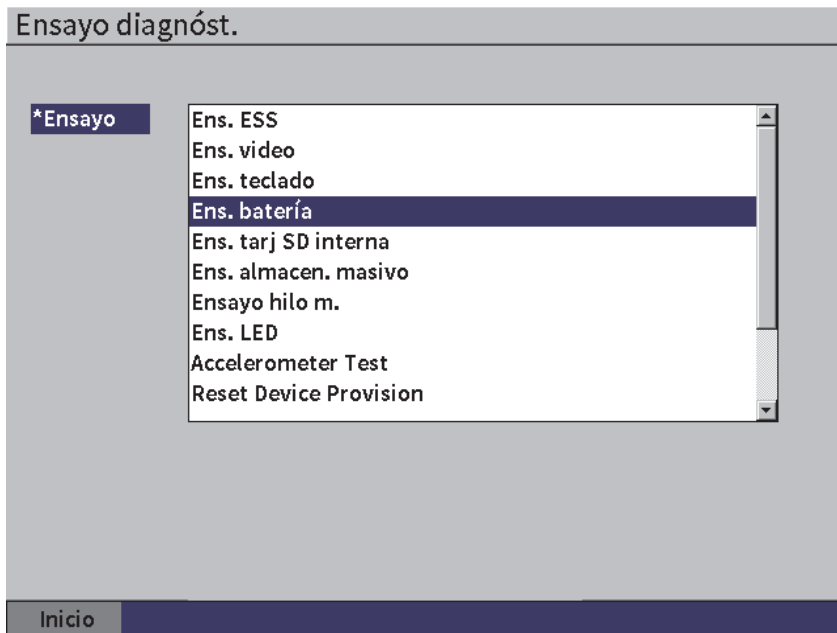

Figura 5-15 Página de configuración Ensayo diagnóstico.
1. Seleccione el ícono **Ensayo diagnóst.** () para abrir la página de configuración **Ensayo diagnóst.** (vea la Figura 5-15 en la página 79).